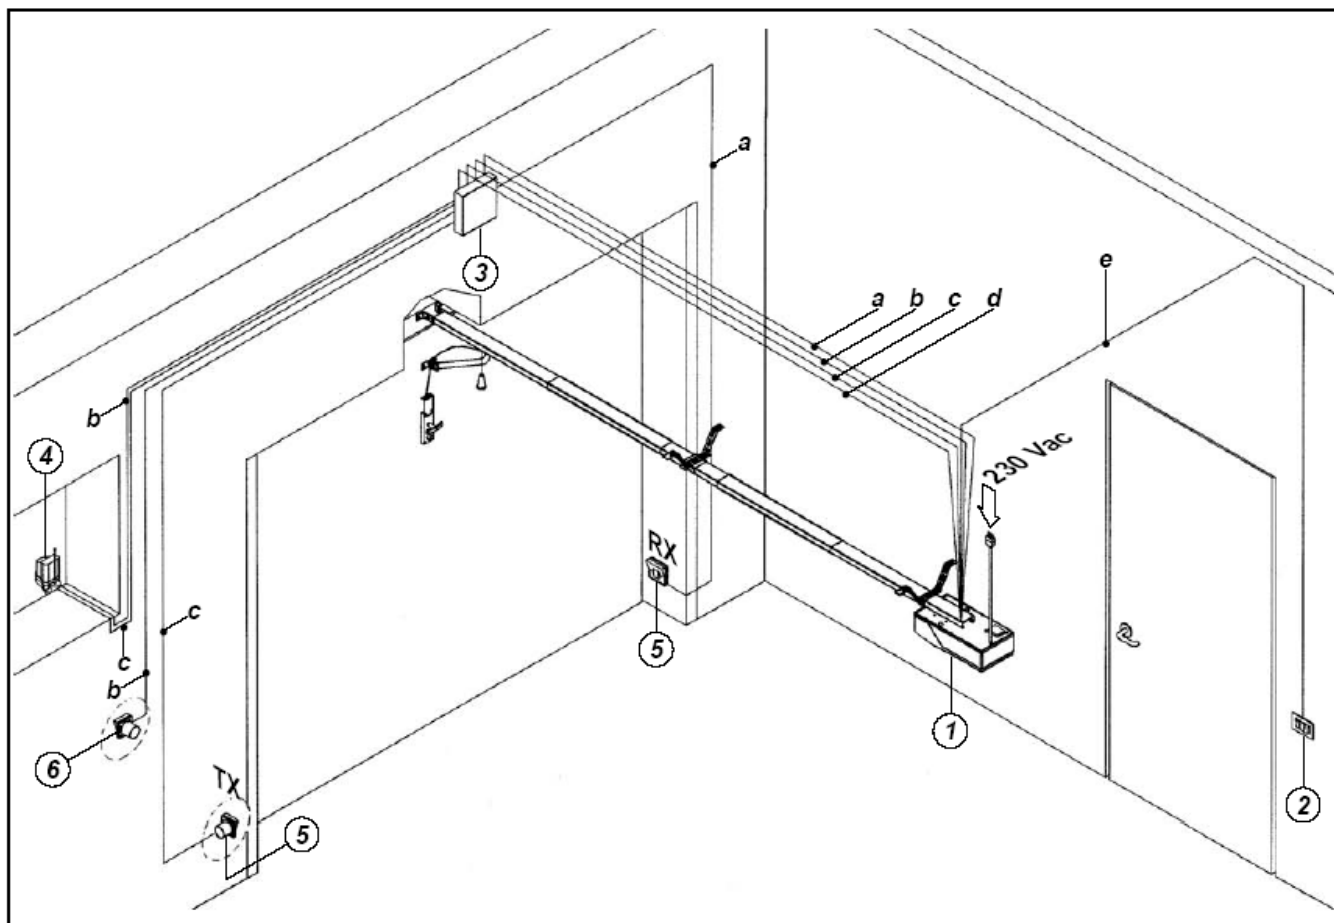

Рис. 19
10. СТАНДАРТНАЯ СИСТЕМА (рис. 19)
Как и монтажная схема, схема на рис. 19 только приближительна. Монтажник или покупатель должны убедиться, что система оснащена всеми необходимыми устройствами для обеспечения её правильной и функциональной работы, и установить все предохранительные и/или сигнальные устройства, которые необходимы чтобы система соответствовала действующим стандартам. Если это не сделано из-за небрежности монтажника или безответственности покупателя, производитель не несёт ответственности за ущерб нанесённым людям и/или собственности.
Проводите электрические соединения как показано на рис. 19, который показывает стандартную систему с прокладыванием различных проводов, расположением ответвительных коробок, панелью нажимных кнопок и концевых выключателей и фотоэлементами на стенах. После этого воткнуть штекер в розетку; теперь редукторный двигатель может работать.